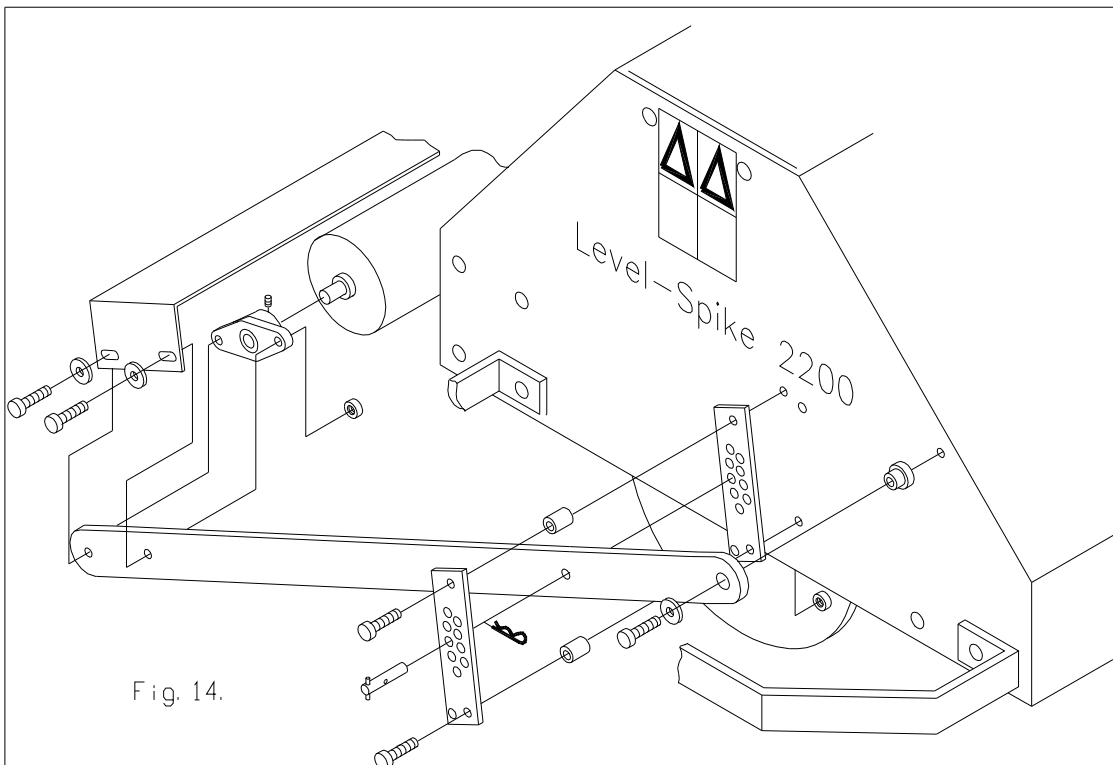

Fig. 14.
12.5 HINTERER ROLLENSATZ, siehe Abb. 14.
Für beide LEVEL-SPIKES ist ein hinterer Rollensatz (# 213.170.002 für 1700 und # 213.220.002 für 2200) verfügbar. Aus Abb.14. geht die Montage der hinteren Rolle hervor. Diese ist sehr einfach.